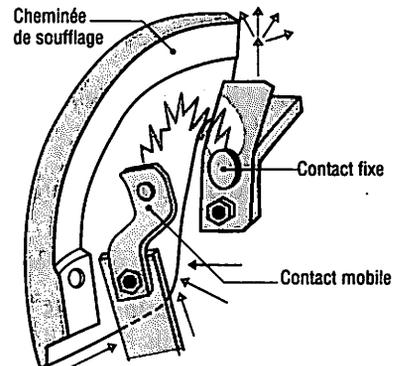

Fig. 4 : Soufflage par auto-ventilation.
a) Par auto-ventilation (fig. 4)